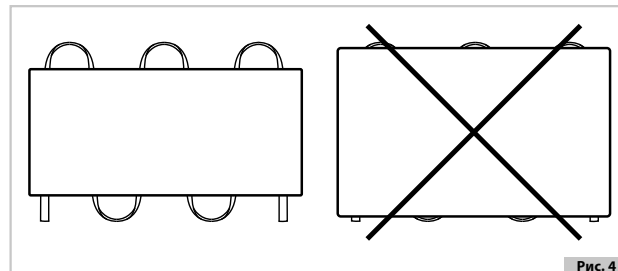

Рис. 4
6.6. Не допускается наступать на секции, ставить на них инструмент, оснастку, другие тяжелые предметы или предметы с острыми краями. Для предотвращения механического повреждения при раскладке и заливке секций стяжкой использовать гладкие дощатые или фанерные щиты, которые укладывать только на плоские участки секций (см. рис. 4)